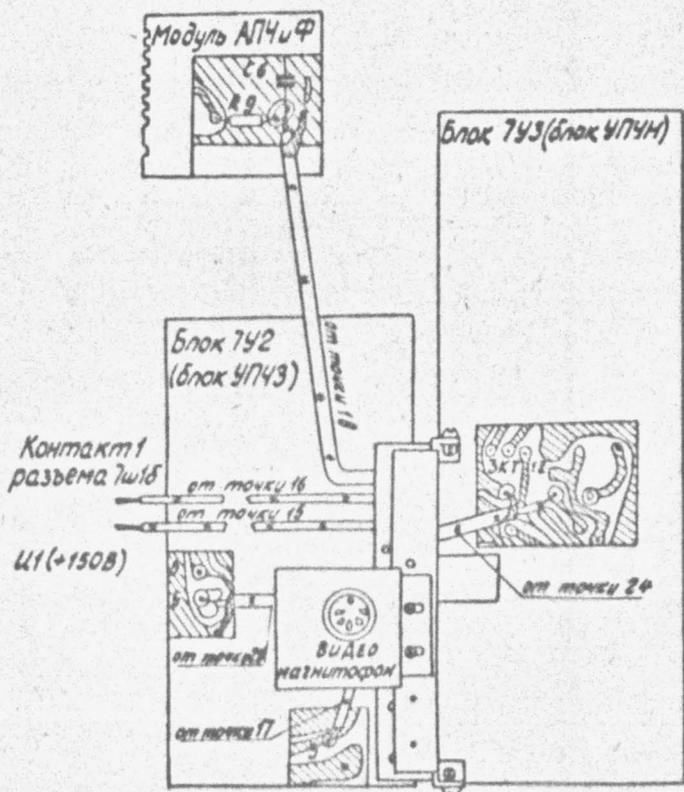

Рис.2. Соединение устройства сопряжения видео-магнитофона-приставки с телевизорами „Электрон-701“, „Рубин-401-1“
6. Установить и вмонтировать устройство сопряжения в телевизор согласно рис. 2, используя для установки 2 винта, которыми плата УПЧИ крепится к шасси телевизора.